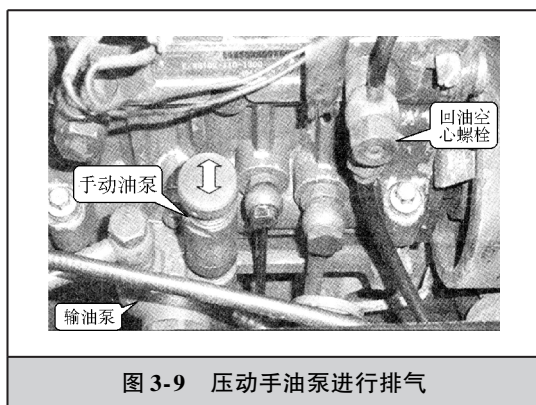

图 3-9 压动手油泵进行排气
1) 旋松柴油滤清器上的放气螺塞（康明斯进油管接头上的放气螺钉），反复压动手动油泵，直到从放气螺塞孔中流出的柴油不含气泡为止，如图 3-9 所示，并在柴油溢流的情况下旋紧放气螺塞。